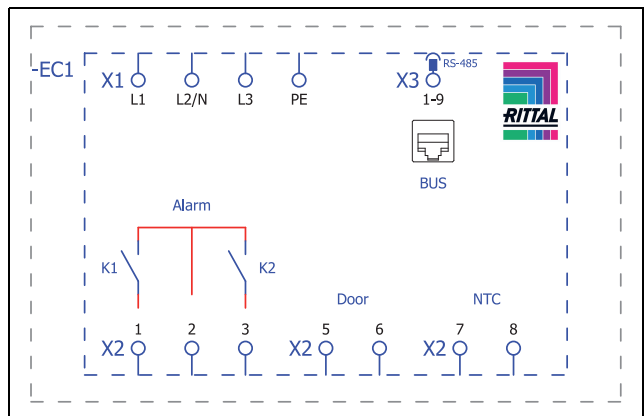
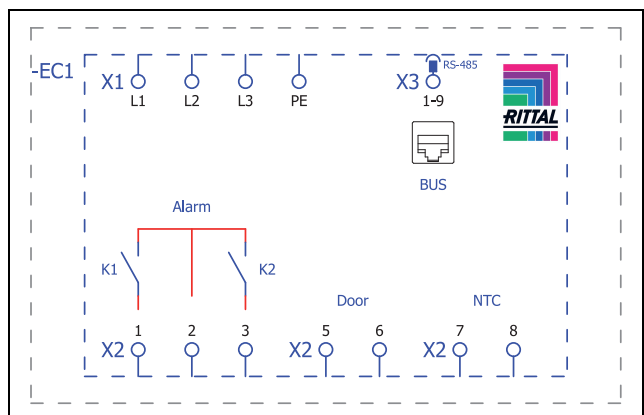

Imagen 37: Esquema de conexiones SK 3485330, SK 3486330, SK 3487330
Imagen 38: Esquema de conexiones SK 3488340, SK 3489340
- Utiliza el conector de red de la bolsa de accesorios y realiza la alimentación a red según el esquema de conexión correspondiente (imagen 37 o imagen 38).